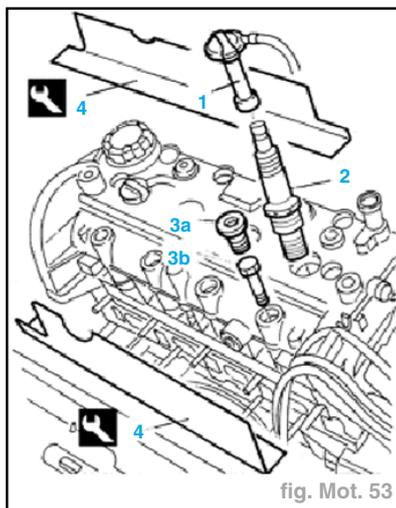

fig. Mot. 53
- Débrancher les fils haute tension des bougies (1) (fig. Mot. 53).